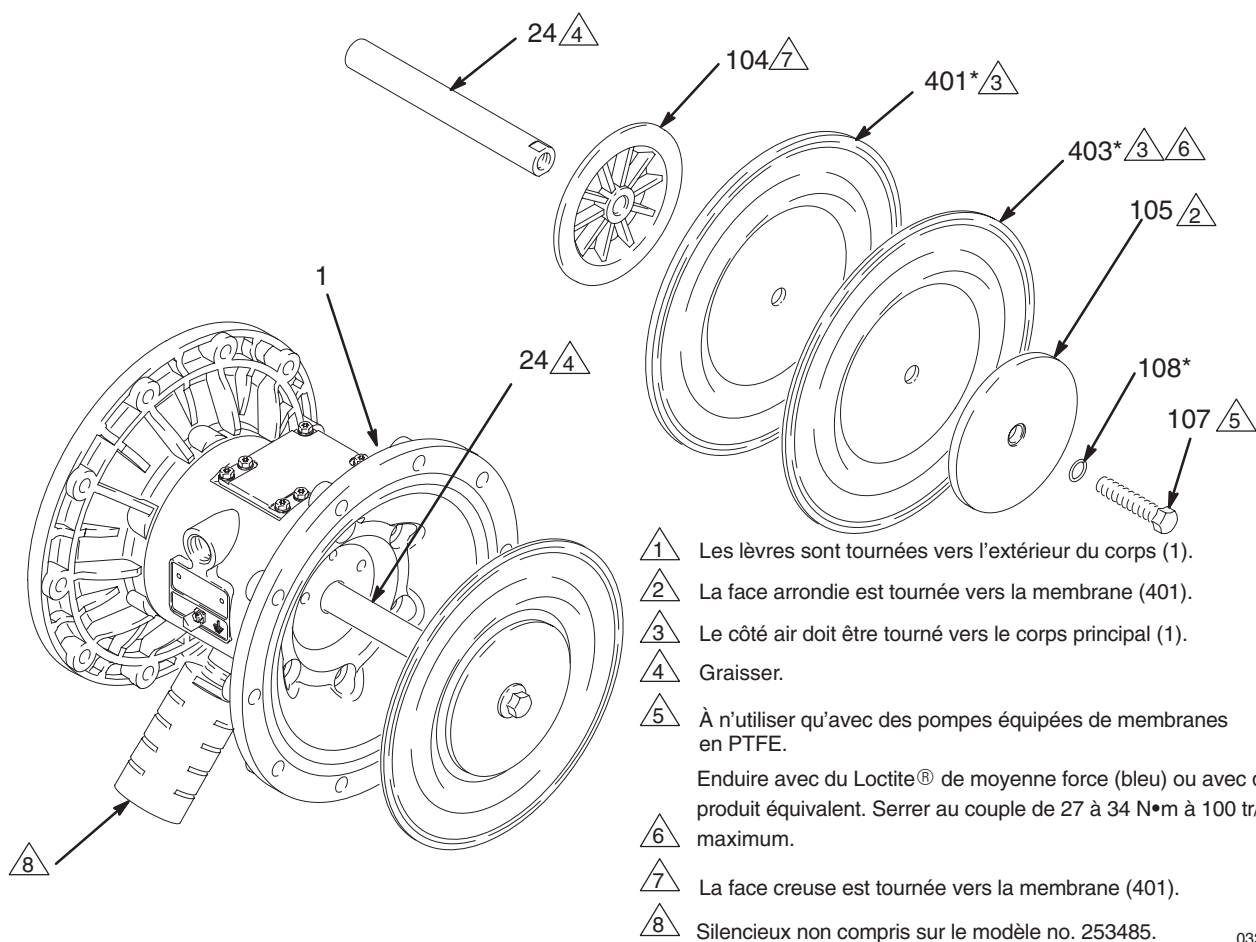

Fig. 12
4. Desserrer les boulons (107) de l'arbre de la membrane sans les retirer à l'aide d'une clé à douille de 15 mm (25,40 mm sur les modèles en inox) pour les deux boulons.
5. Dévisser un boulon de l'arbre de la membrane (24) et retirer le joint torique (108), la plaque de la membrane (105) côté produit, la membrane en PTFE (403, *utilisé seulement sur les modèles en PTFE*), la membrane (401) et la plaque de la membrane (104) côté air. Voir fig. 12.
6. Retirer l'autre ensemble de la membrane, ainsi que son arbre (24), hors du corps principal (1). Maintenir les parties plates de l'arbre avec une clé plate de 19 mm, et déposer le boulon (107) de l'arbre. Démonter le reste de l'ensemble de la membrane.
7. Vérifier l'état d'usure et l'absence de rayures de l'arbre porte-membrane (24). S'il est endommagé, vérifier les paliers (19) en place. Si les paliers sont endommagés, se reporter à la page 20.
8. Retirer les garnitures en forme de U (402) du corps principal (1) à l'aide d'une tige d'extraction des joints toriques. Cette opération peut être effectuée sans démonter les paliers (19).
1. Insérer les garnitures en forme de U de l'arbre (402*) de sorte que les lèvres soient tournées vers **l'extérieur** du corps (1). Lubrifier les garnitures. Voir fig. 12.
2. Monter l'ensemble de la membrane sur l'une des extrémités de l'arbre (24) de la manière suivante:
- a. Placer le joint torique (108*) sur le boulon de l'arbre (107).
- b. Placer la plaque de la membrane côté produit (105) sur le boulon de sorte que la face arrondie soit tournée à l'intérieur vers la membrane (401).
- c. *Pour les modèles en PTFE uniquement*, placer la membrane en PTFE (403*). S'assurer que la face marquée «AIR SIDE» (côté air) est tournée vers le corps principal (1).
- d. Placer la membrane (401*) sur le boulon. S'assurer que la face marquée AIR SIDE est tournée vers le corps principal (1).
- e. Placer la plaque de la membrane côté air (104) de sorte que la face creuse soit tournée vers la membrane (401).
- f. Enduire le filetage du boulon (107) de Loctite® moyenne force (bleu) ou d'un produit équivalent. Visser le boulon (107) dans l'arbre (24) et serrer à la main.
3. Graisser l'arbre de la membrane (24) sur la longueur et aux extrémités, puis le glisser dans le corps (1).
5. Maintenir un des boulons (107) de l'arbre avec une clé et serrer l'autre au couple de 27–34 N•m à 100 tr/min maximum.
7. Utiliser un système d'extraction de palier pour démonter les paliers de l'arbre de la membrane (19), les paliers (12) de la vanne d'air ou les paliers (15) des tiges d'inversion. Ne pas enlever les paliers intacts.
8. Si les paliers ont été retirés (19) de l'arbre de la membrane, introduire une tige d'extraction de joint torique dans le corps principal (1) et retirer les garnitures en forme de U (402). Inspecter les garnitures. Voir fig. 12.